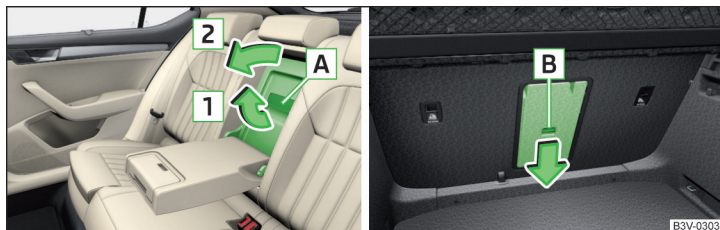

Fig. 125 Abrir la tapa: desde el habitáculo / desde el maletero
- Tirar en la palanca de apertura **A** » fig. 125 en el sentido de la flecha **1** hasta el tope. Se tienen que introducir completamente los ganchos de retención en la tapa y encastrarse de forma audible.
- Abata hacia abajo el apoyabrazos y la tapa en el respaldo » fig. 125 de la pág. 109.